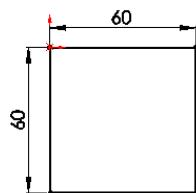

图 3-74 绘制的草图
**02** 绘制草图。在菜单栏中选择“工具”→“草图绘制实体”→“矩形”命令，或者单击“草图”工具栏中的“边角矩形”图标按钮 ，以原点为一角点绘制一个边长为 60 的正方形，结果如图 3-74 所示。